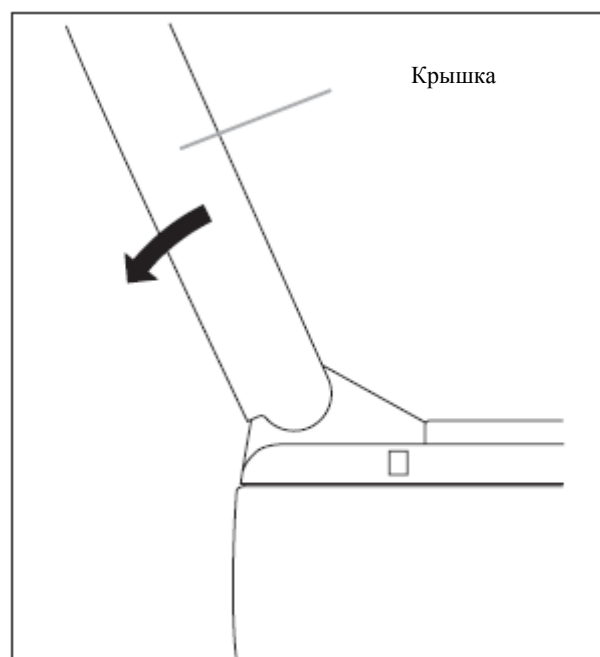

Рис. 17
1. После открытия крышки ее можно снять, толкая назад. (Смотрите рис. 17)